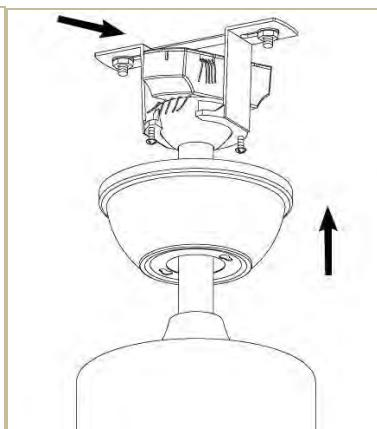

Fig. 10
- Coloque o receptor no suporte. Suba a cuba até ao teto e fixe-a com parafusos (Fig. 10 e 11).